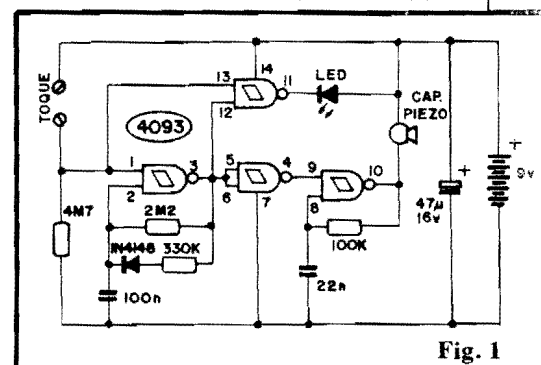

Fig. 1
– FIG.1 – "Esquema" do BAM. Com o uso de um dos mais versáteis Integrados da família digital C.MOS (4093) pudemos implementar uma série de funções relativamente complexas, a partir de um arranjo ex-